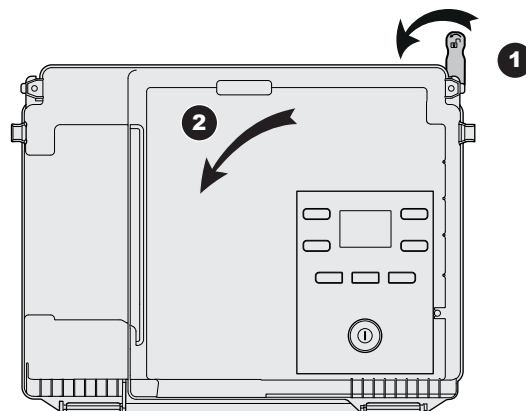

fig. 24 - Basculement du coffret électrique
- Déverrouiller pour abaisser le coffret électrique (1/2 fig. 24).